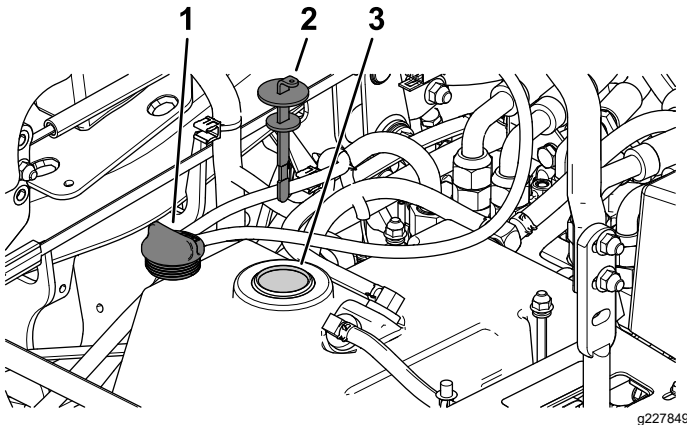

Figura 69
5. Retire el tapón del depósito hidráulico (Figura 69).
6. Retire la varilla y límpiela con un paño limpio (Figura 69).